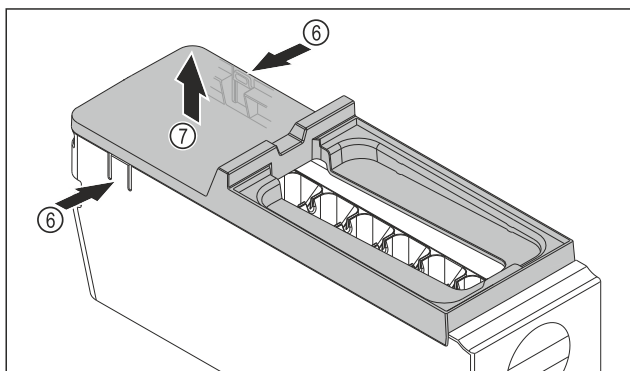

Fig. 137
- ▶ Зняти кришку з корпусу EasyTwist-Ice: натиснути однією рукою на накладки Fig. 137 (6) з обох боків корпусу EasyTwist-Ice.
- ▶ Зняти кришку Fig. 137 (7), потягнувши її вгору іншою рукою.